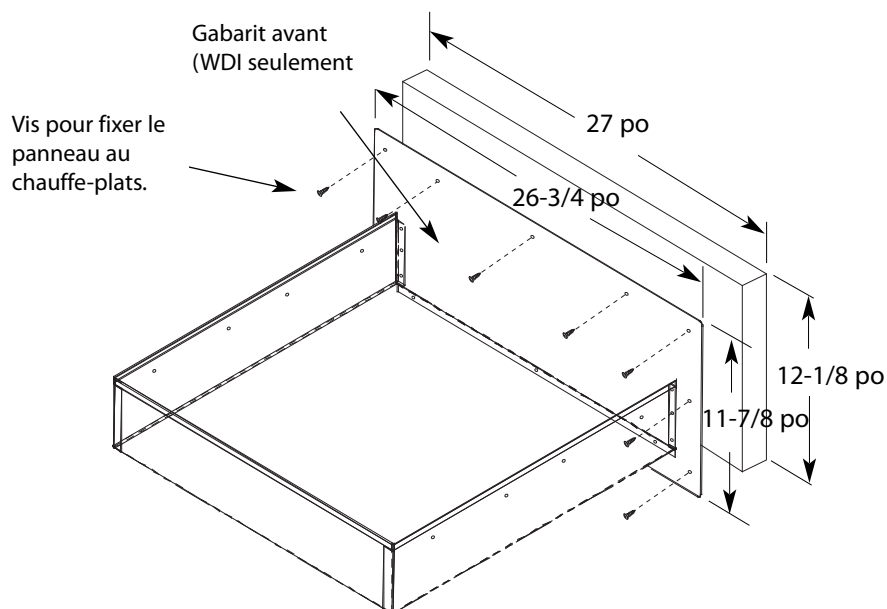

Fig. 08
2. Vérifiez les dimensions du gabarit avant. (Voir fig. 08.)
5. Fixez le panneau à l'aide des vis fournies, tel qu'indiqué à la fig. 08.